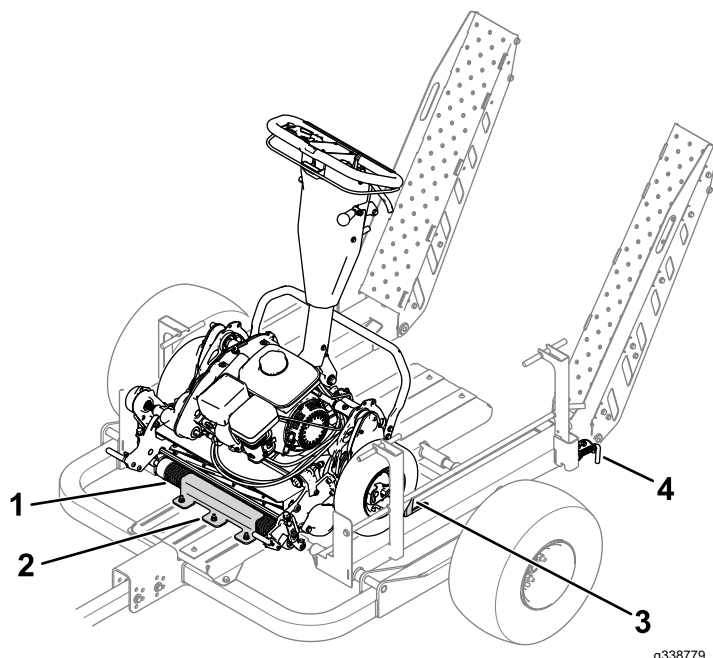

Figura 30
1. Utilizzate le rampe o le guide piatte per guidare lentamente la macchina sul rimorchio fino a quando il rullo anteriore non viene collocato all'interno del supporto del rullo (**Figura 30**).
4. Sollevate le rampe e inserite i perni del fermo (**Figura 30**).